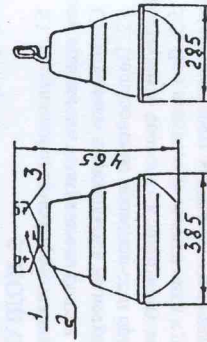

Рис.2
2.1. Распределение силы света светильников показано на рис.2. Тип кривой силы света в горизонтальной плоскости - осевая, в вертикальной плоскости - широкая.